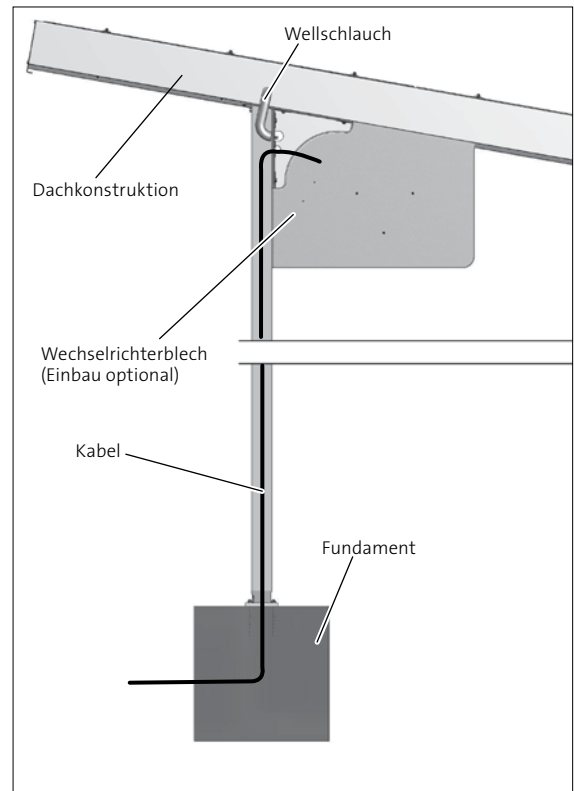

Abb. C 1-3 Lage Wellschlauch
- ▶ Fundamentadapter, die mit dem ausgehärteten Fundament verschraubt werden (z.B. mit Verbundankern, s. Abb. C 1-3)
- ☑ Die Kabel der PV-Anlage werden durch eine der beiden langen Stützen in den Boden geführt. Hierfür ist an dem vorgesehenen Fundament ein Wellschlauch \varnothing 50mm einzubetonieren (s. Abb. C 1-3).